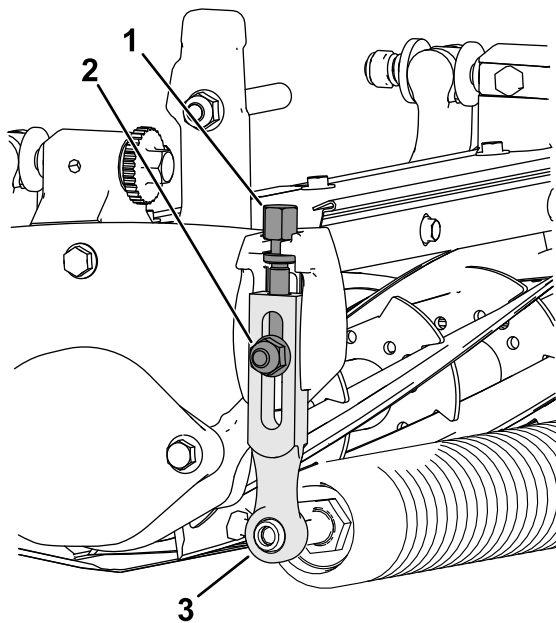

Рисунок 14
1. Ослабьте контргайки, которые крепят рычаги регулировки высоты скашивания к боковым пластинам режущего блока (Рисунок 14).